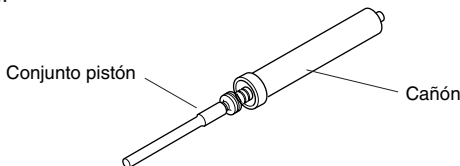

Figura 23 - Inserción del conjunto pistón en el cañón
1. Aplicando una fuerza moderada inserte el conjunto pistón en el cañón (vea la Figura 23).